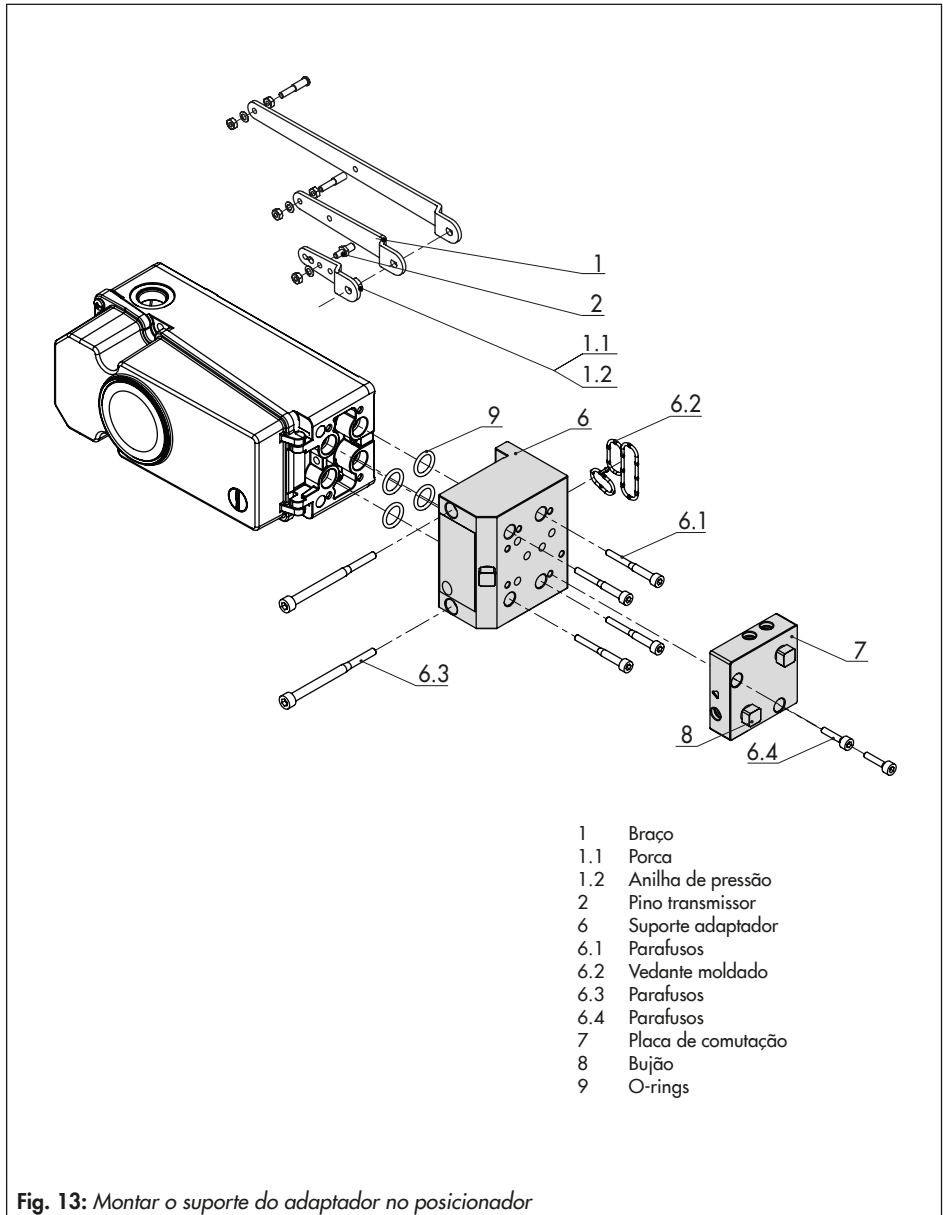

Fig. 13: Montar o suporte do adaptador no posicionador
10. Coloque o posicionador de forma a que o pino transmissor (2) assente no topo do dispositivo de arraste (3). O braço (1) deve assentar no dispositivo de arraste com a força da mola.
11. Aperte o posicionador no bloco adaptador (13) utilizando os dois parafusos de aperto (6.3). Certifique-se de que o vedante moldado (6.2) assenta corretamente (consulte Fig. 13).
12. Monte a tampa (11) do outro lado. Certifique-se de que o bujão de exaustão está localizado na parte inferior quando a válvula de controlo é instalada para permitir que qualquer condensação de água seja escoada.